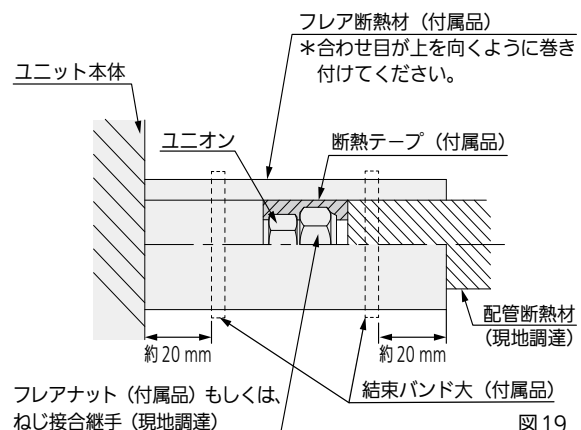

図 19
- 図19に従って液管・ガス管とも、断熱してください。フレアナット部もしくは、ねじ接合継手部に断熱テープ(付属品)を巻き付けてください。配管接続部にはフレア断熱材(付属品)を隙間がないように巻き付け、結束バンド大(付属品)で締め付けてください。結束バンドの余分な部分は切断してください。